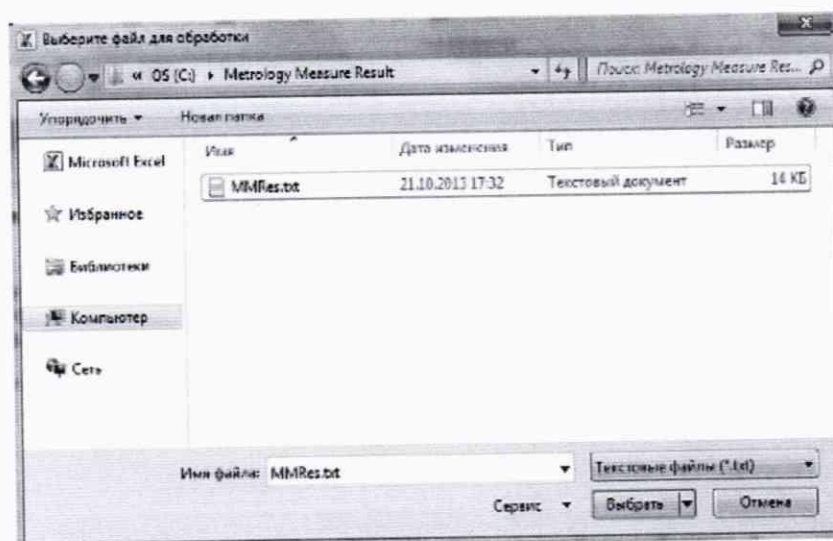

Рисунок 18 – Выбор файла MMRes.txt с результатами измерения электрических параметров системой
7.5.4 После завершения процесса измерения системой, открыть файл «Протокол поверки.xlsm». Нажать кнопку «Импорт» и в появившемся окне выбрать файл с результатами измерений системы (Main Disk (C:) → Metrology Measure Result → MMres.txt → Открыть) рисунок 18. После этого в файле автоматически заполнится столбец «Показания измерения СИ SPEA 40XX».